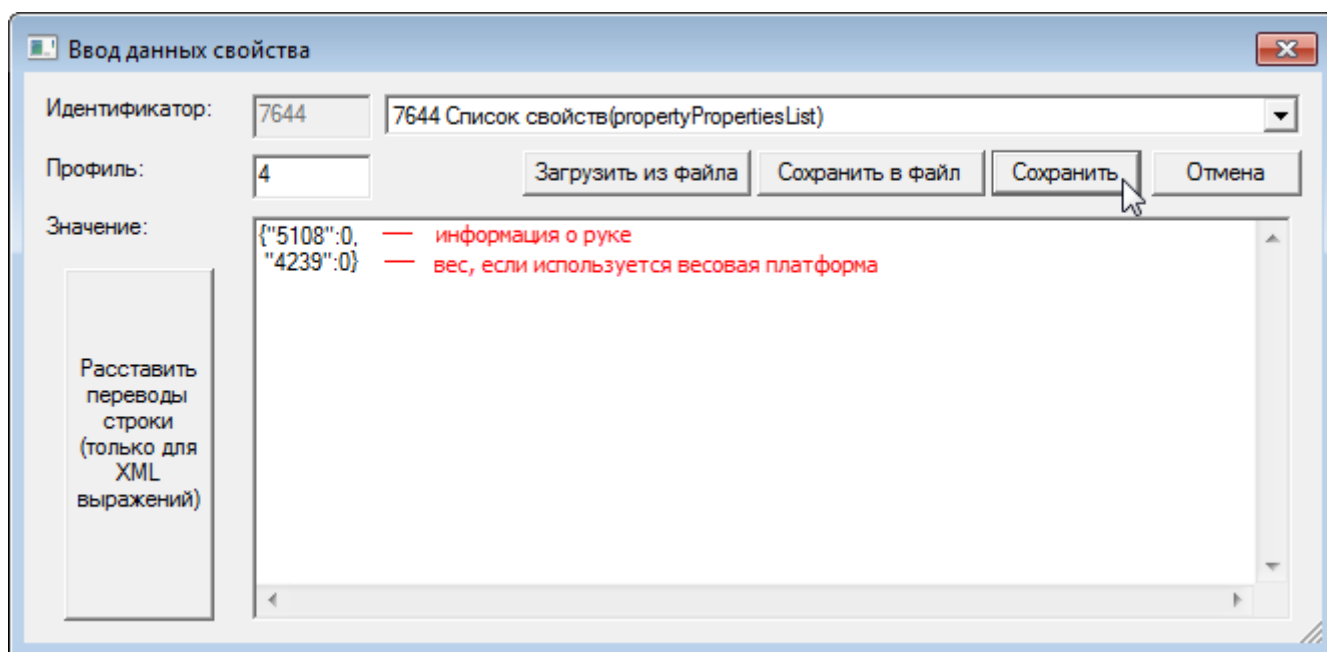

Рисунок 9.82 — Окно добавления свойства ITRIUM
4. В отобравшемся окне (рисунок 9.82):